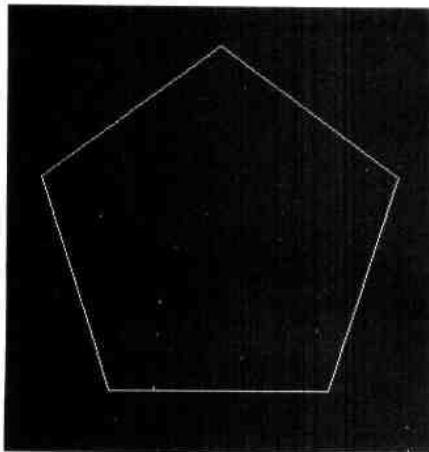

图 1-3 正五边形
- (3) 单击绘图工具条上的【正多边形】命令，在命令行按照提示输入“5”后，按【Enter】键确认。然后在绘图区适当的位置单击鼠标左键，确定多边形的中心。命令行提示是内接于圆的多边形还是外切于圆的多边形，按【Enter】键，选择默认内接于圆。这时绘图区会出现多边形的轮廓，用鼠标拖动到满意位置后，单击左键确认，如图 1-3 所示。